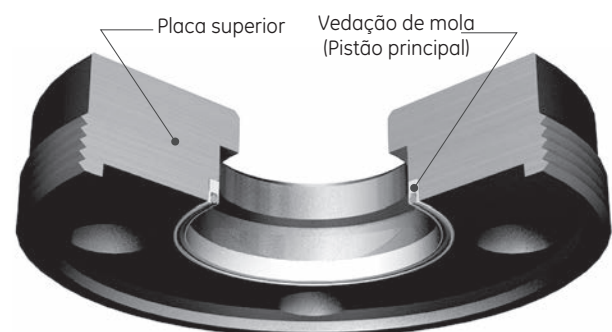

Figura 60: Placa superior (39PV07)
- a. Lubrifique a Vedação da Mola (Pistão Principal) e glândula da Placa Superior. Instale a Vedação da Mola (Pistão Principal) dentro da Placa Superior. A mola deve estar orientada como exibido na Figura 60.